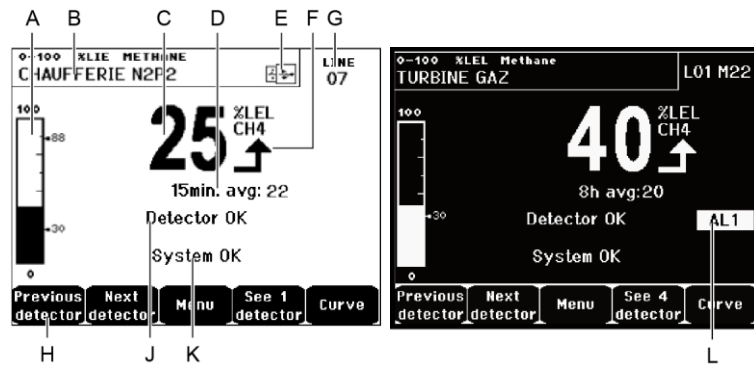

Figura 44: Esempio di un display di misurazione in modalità normale e video in negativo.
- **See 1 detector (Visualizza 1 rilevatore):** Visualizzazione in modalità normale (Figura 44).
- L. Zona d'indicazione degli allarmi attivati con visualizzazione lampeggiante della soglia. La schermata si modifica in video in negativo (Figura 44, schemata a destra).